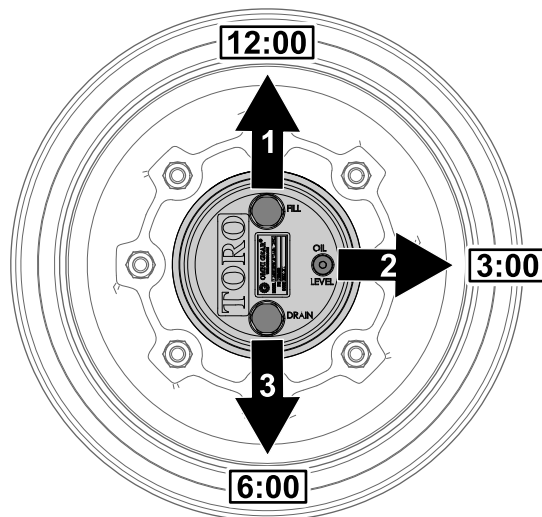

図 72
1. 水平な床面で、補給プラグが時計の 12 時の位置、点検プラグが 3 時、ドレンプラグが 6 時の位置を指すように駐車する 図 72。
2. 3 時の位置にある点検プラグを外す 図 72。
1. 水平な床面で、補給プラグが時計の 12 時の位置、点検プラグが 3 時、ドレンプラグが 6 時の位置を指すように駐車する 図 72 プラネタリギアオイルの点検 \(ページ 71\) を参照。